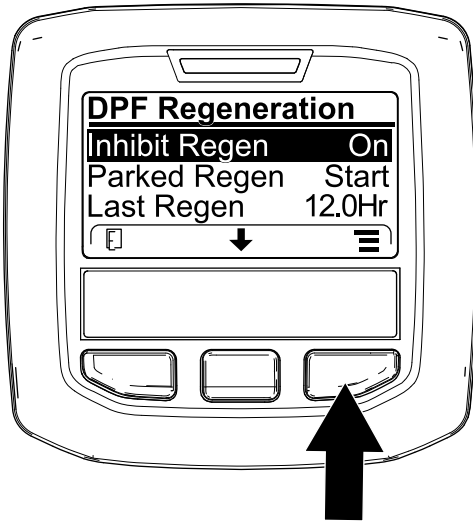
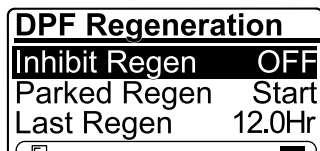

Figura 39
Figura 40
- Vaya al menú de Regeneración del DPF, pulse el botón central para desplazarse hasta la opción INHIBICIÓN REGENERACIÓN, y pulse el botón derecho para seleccionar la opción Inhibir regeneración (Figura 39).
- Pulse el botón derecho para cambiar el ajuste de Inhibir regeneración de Activado a Desactivado (Figura 39) o de Desactivado a Activado (Figura 40).